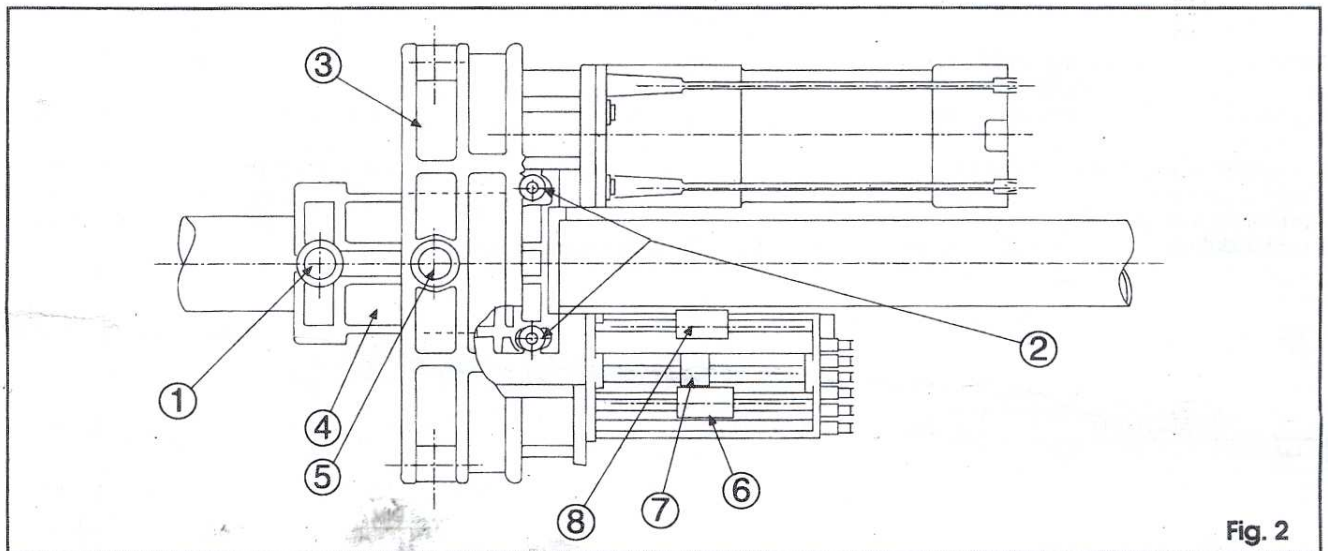

Fig. 2
Attention: Utiliser une gaine de protection pour le câble électrique. **C)** Séparer en deux la bride d'enroulement **fig. 2**.
D) Démontez la bride **fig. 2** et introduire le motoréducteur sur l'arbre du rideau. **E)** Assembler la bride et serrer fort les vis **fig. 2**.
F) Introduire la vis **fig. 2** en utilisant les rondelles prévues et serrer fort l'écrou M10. **G)** Pratiquer un trou de **10,5 mm** de diamètre sur l'élément du rideau en correspondance du trou fileté **fig. 2** de la bride d'enroulement. **H)** Visser et serrer fort la vis TH 10x20 en utilisant la rondelle spéciale. **N.B.:** Il est également possible d'effectuer les trous de l'arbre sur place.
A) Placer le rideau en position de fermeture. **B)** Régler le micro-interrupteur de fermeture **fig. 2** jusqu'à son actionnement puis serrer le pommeau bleu. **C)** Soulever le rideau manuellement au point d'ouverture souhaité et le rebaisser. La vis sans fin du levier d'actionnement des fins de course **fig. 2** est graissée. Il suffira de positionner le micro-interrupteur d'ouverture **fig. 2** au niveau de la zone non graissée.